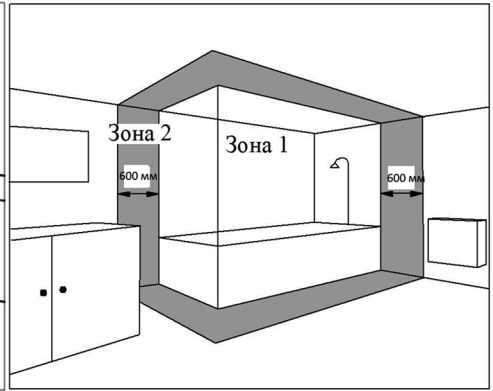

Рис.3
5.5 Конвектори допускається встановлювати в приміщеннях з підвищеною вологістю – ванних кімнатах, душових, басейнах (рисунок 3). При цьому установка конвектора забороняється:
Розміщення конвектора на опорах в приміщенні аналогічне (див. рис.3), при цьому відстань від задньої стінки конвектора до предметів (меблі, штори і т.п.) повинна бути не менше 15 см.